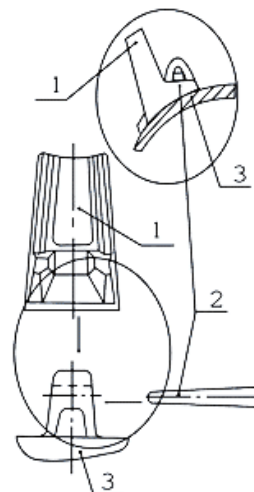

Рис. 2
- крепящиеся при помощи чеки - см. рис.2.